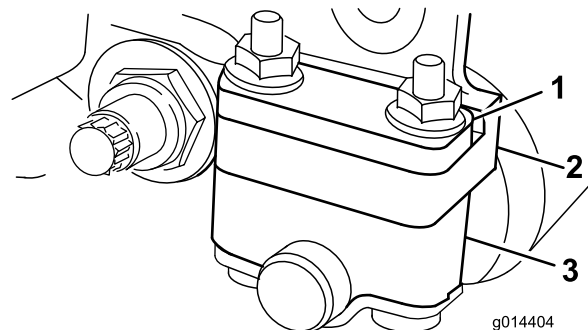
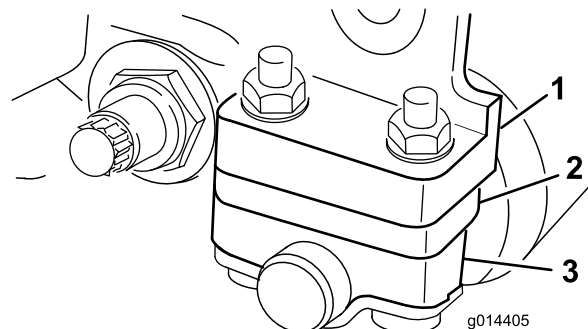

Figure 11
Figure 12
1. Réglez les supports du rouleau arrière (Figure 11 ou Figure 12) à la position supérieure ou inférieure selon la plage de hauteur de coupe voulue.
Placez l'entretoise au-dessus de la bride de fixation de la plaque latérale (réglage d'usine) lorsque les hauteurs de coupe sont comprises entre 1,6 et 6,4 mm (Figure 11).
Placez l'entretoise en dessous de la bride de fixation de la plaque latérale lorsque les hauteurs de coupe sont comprises entre 3 et 25 mm (Figure 12).